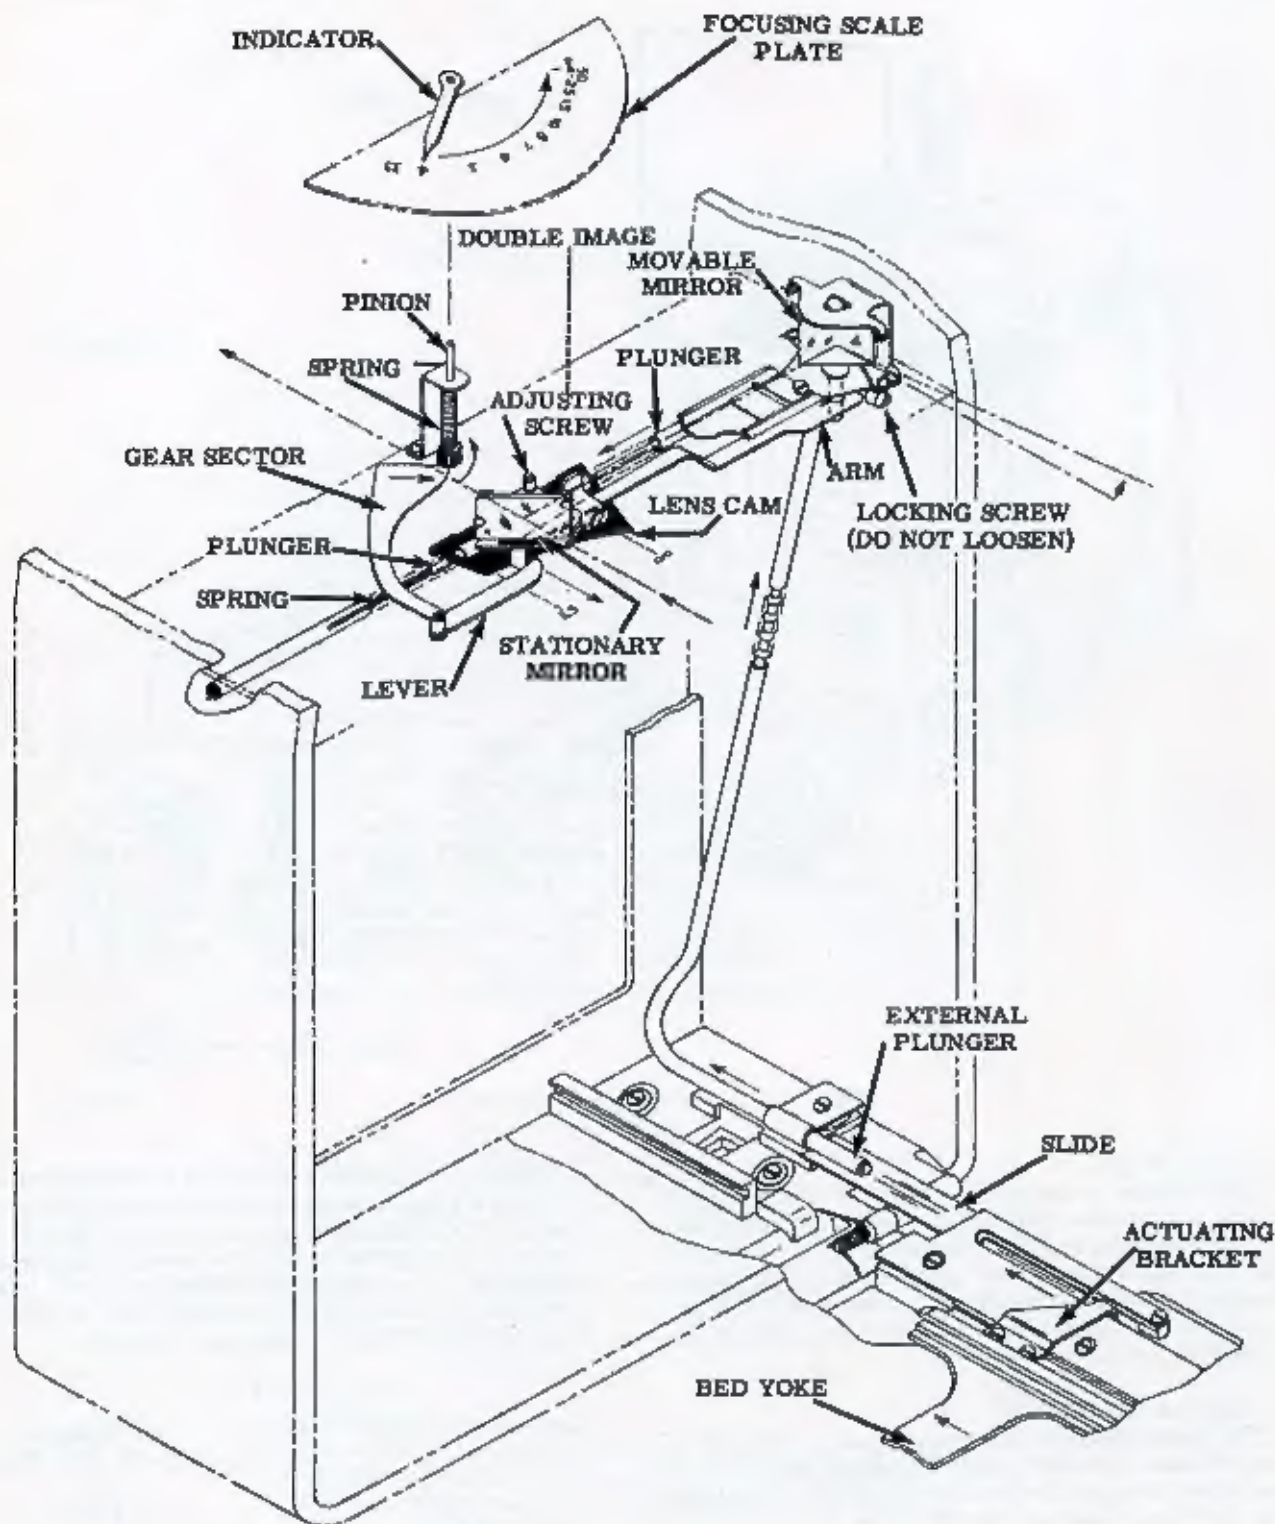

Figure 2. RANGEFINDER OPERATION
**D. RANGEFINDER OPERATION (Figure 2)**